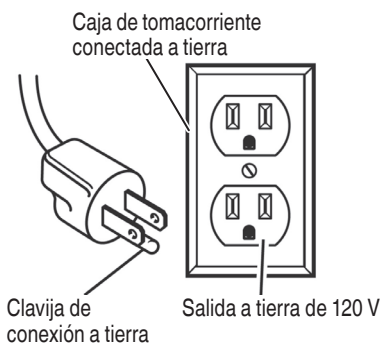

Fig. 1
5. Este producto es para ser utilizado en un circuito de 120 V nominal y tiene un enchufe de puesta a tierra similar al enchufe ilustrado en la Fig. 1. Simplemente conecte el producto en una toma que tenga la misma configuración que el enchufe. No utilice un adaptador con este producto.